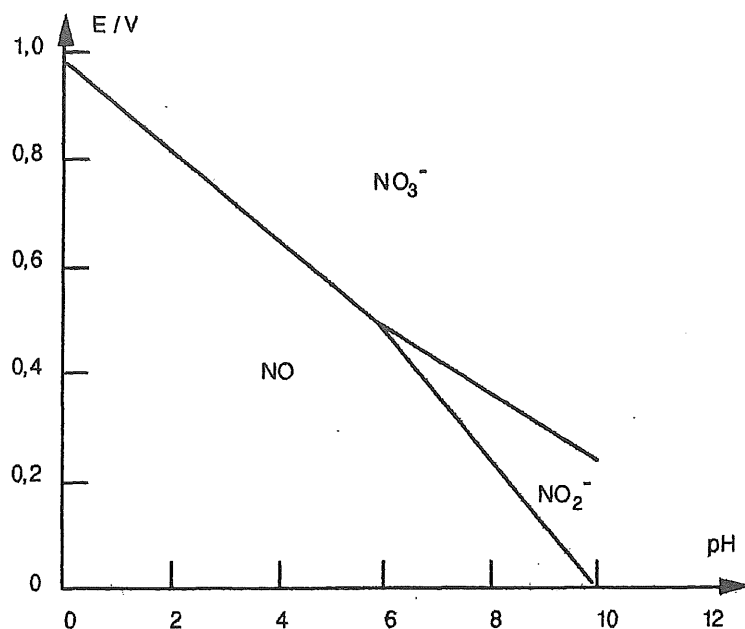

Figure 3
- c. Justifier l'allure du diagramme présenté sur la figure 3, ne faisant apparaître l'ion nitrite qu'à un pH supérieur à 5,8.